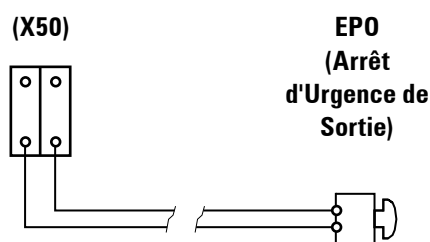

Fig. 38. Bornes de connexion pour interrupteur ou bouton externe d'arrêt d'urgence (EPO), propriété de l'utilisateur.
- Dans la Fig. 38 on montre, comme exemple, comment réaliser les connexions du BUS de communication.